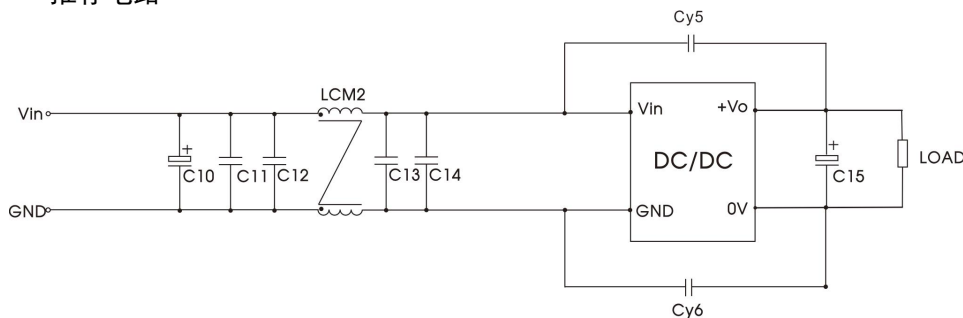

图 3
辐射骚扰	CISPR32/EN55032 CLASS A (推荐电路见图 3) /CLASS B (推荐电路见图 4-①)